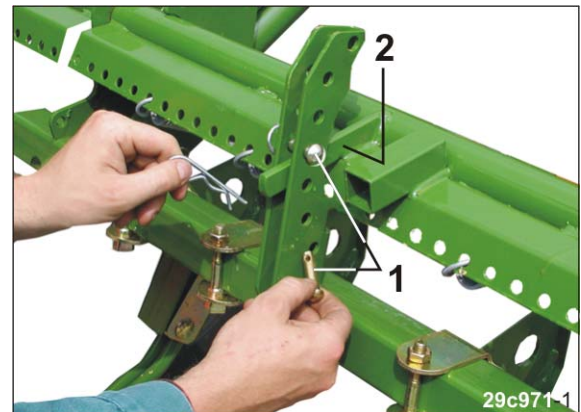

图 178
3. 在限位挡块 (图 178/2) 上下各将一个螺栓 (图 178/1) 插入调节部分中并且通过制轮楔固定。